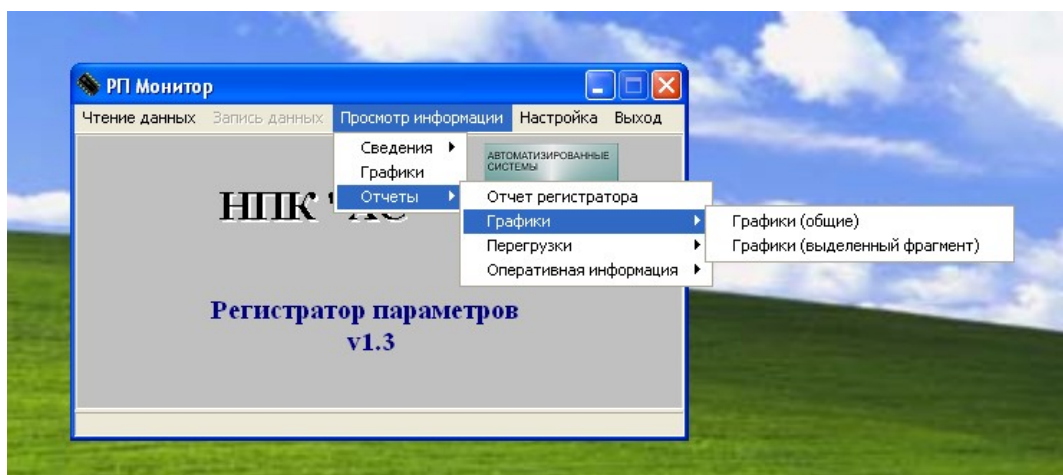
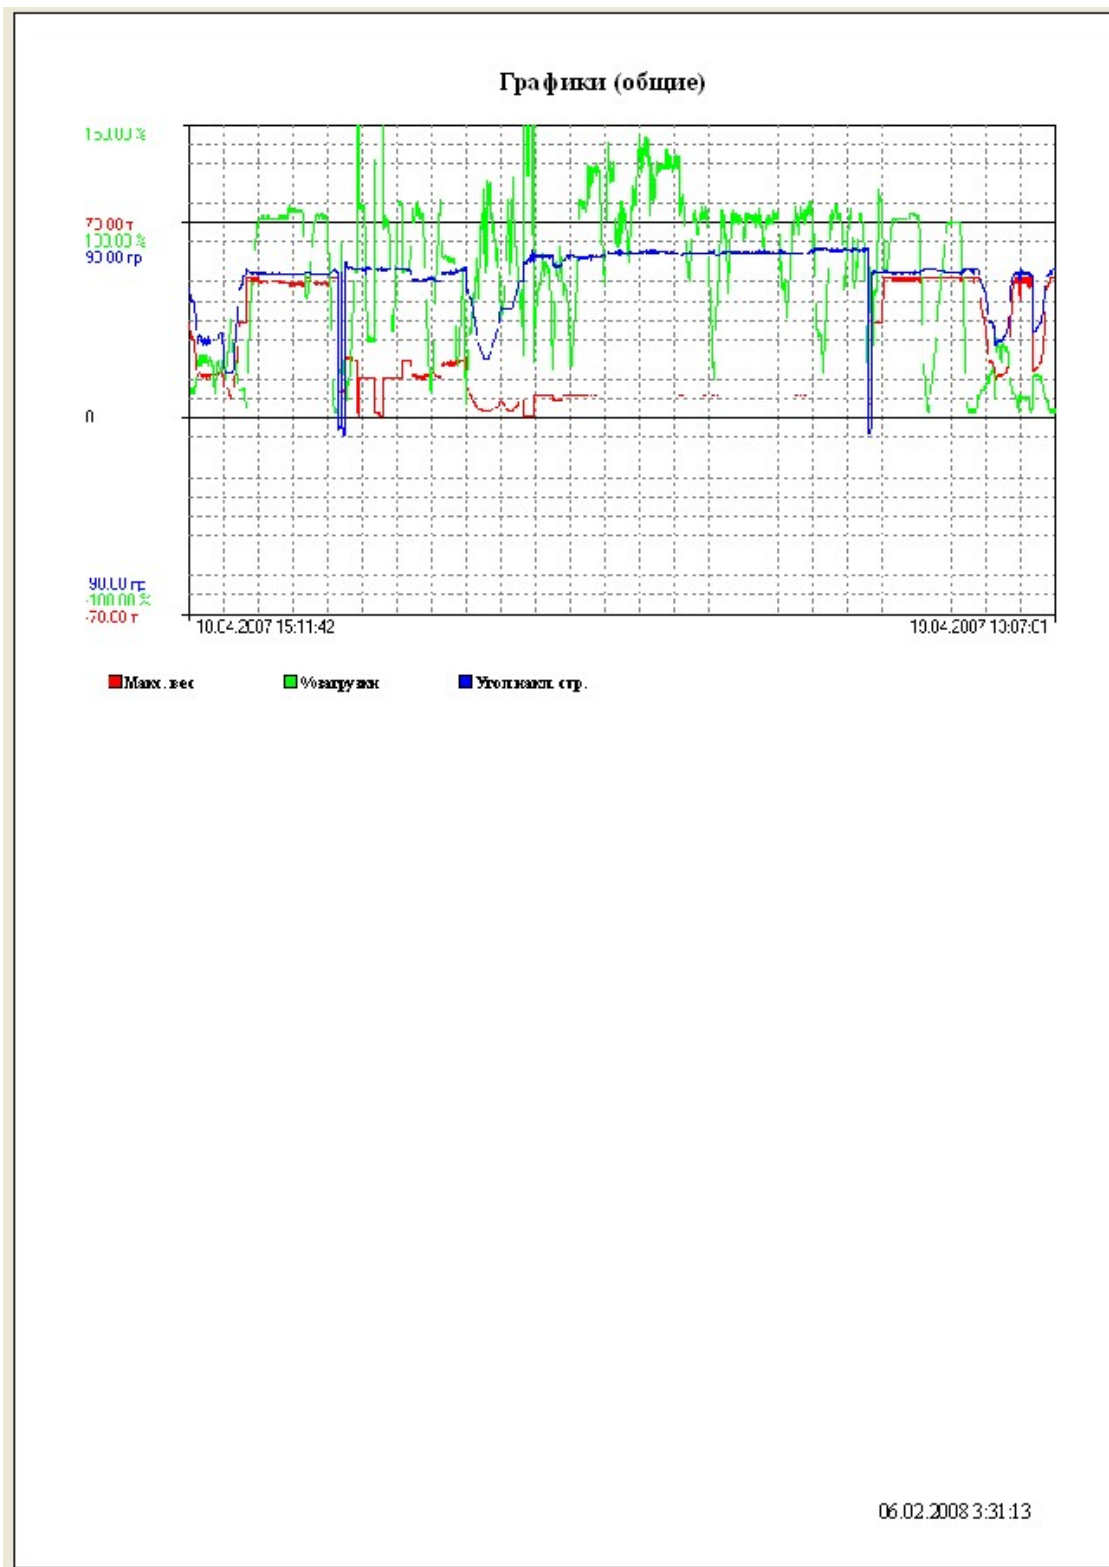
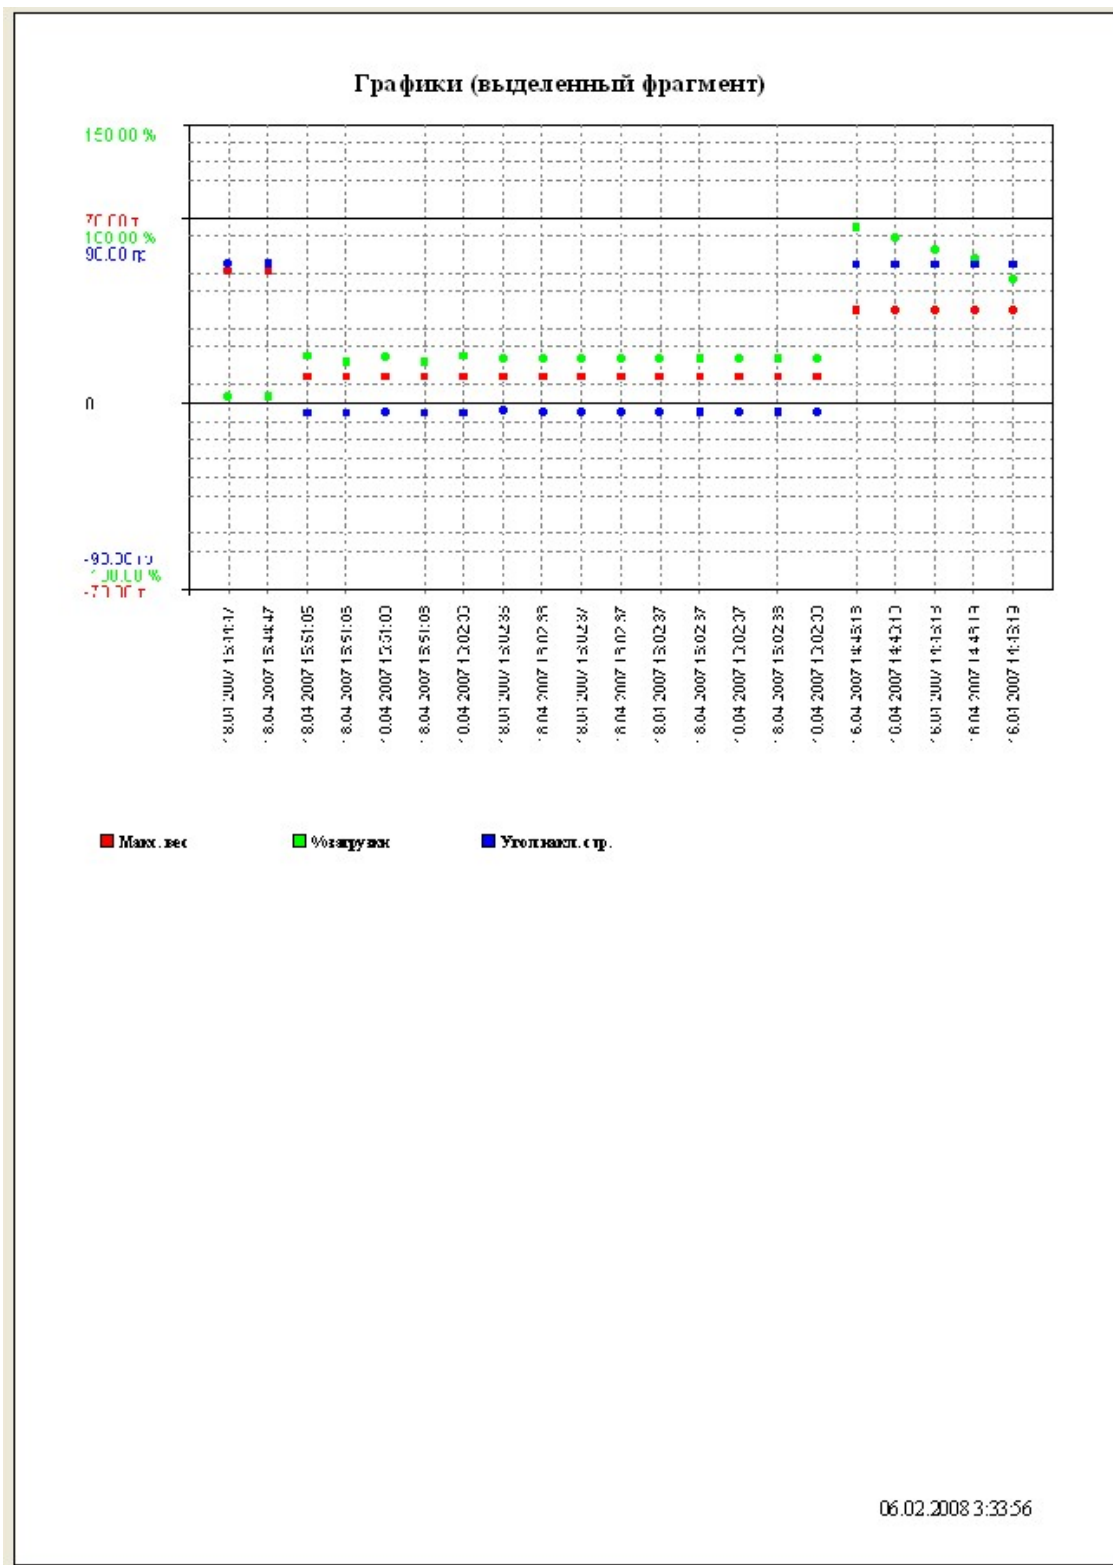

Рис.23
Рис.25. Полный графический отчет
Рис.26. Выделенный фрагмент графика
- Графики (как полностью, так и "увеличенный" фрагмент, Рис.23, Рис.25 и Рис.26, и аналогично -